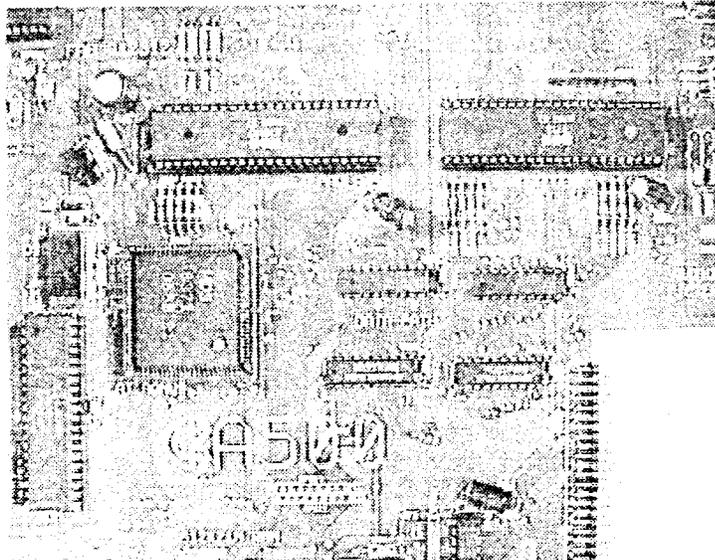

Bild 2
2.2. Nun lokalisieren Sie die beiden Bauteile (IC's) welche für unseren Einbau wichtig sind. Zum einen handelt es sich um ein quadratisches IC ca. in der Mitte der Platine. Dies ist der Agnus (s.Bild 2) der die Bezeichnung 8371 oder 8372 tragen kann. Dieses IC ist an einer der 4 Seiten abgeschragt und in der Mitte der Schräge mit einem Punkt versehen. Dies
Verwenden Sie dagegen eine originale Commodore Erweiterung (A 501) oder eine nicht abschaltbare Erweiterung, muß bei Platinen der Revision 3 und 5 die Leiterbahn Exram Pin 32 (neben der Steckleiste 'CNX' für die interne Speichererweiterung) aufgetrennt werden. Siehe Abb. 2